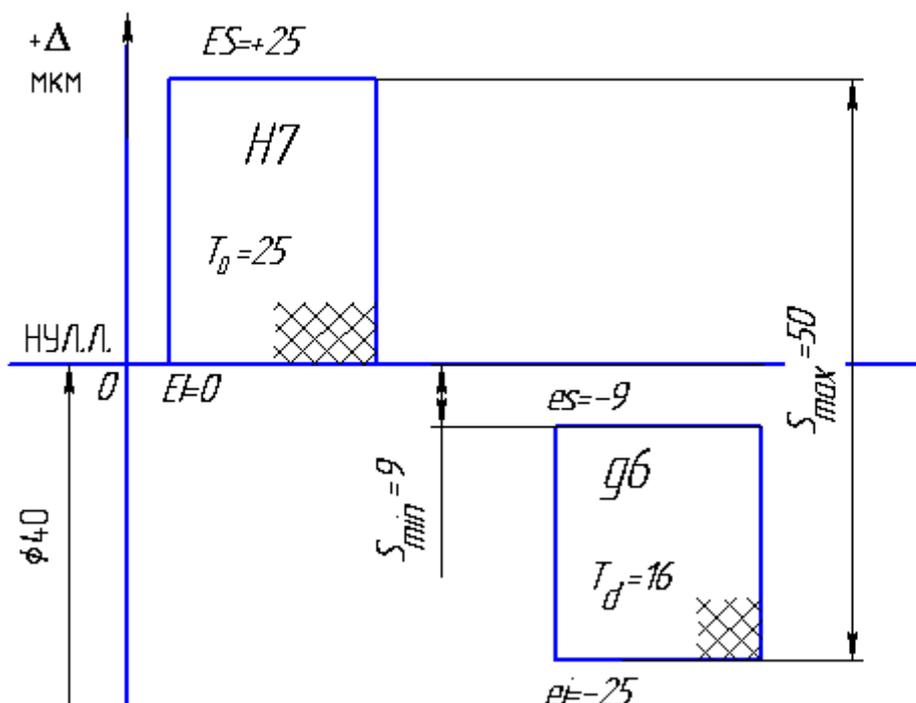

Рис.1. Схема расположения полей допусков посадки с зазором
4. Построим схему расположения полей допусков (рис.1).